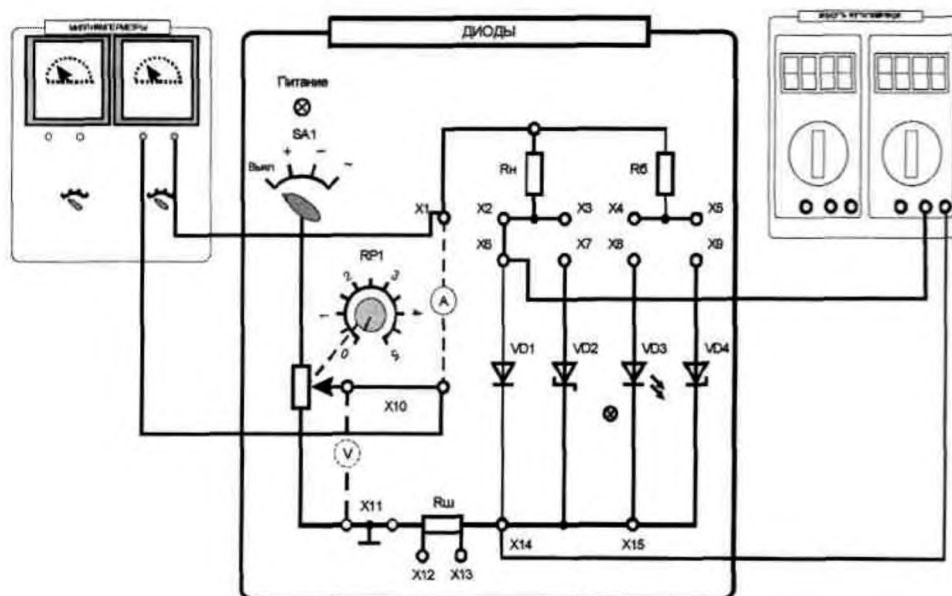

Рис. 3.1.4
анодного напряжения включить мультиметр в режиме измерения постоянного напряжения (рис. 3.1.4). Включить электропитание стенда и установить переключатель SA1 в позицию «+».
3.3.1. Собрать схему для исследования стабилизатора на постоянном токе (аналогично схеме по рис. 3.1.4). Выполнить пункт 3.1.2 для стабилизатора. Построить график зависимости выходного напряжения  $U_{cm}$  от тока  $I_{cm}$ . Результаты занести в табл. 3.1.6.
Собрать схему для исследования светодиода (VD3) на постоянном токе (аналогично схеме по рис. 3.1.4). Включить питание модуля диодов (выключатель SA1 в позицию «+») и увеличивая **положительное** входное напряжение от 0 с помощью потенциометра RP1, измерять напряжение на светодиоде и ток светодиода. Установить при этом степень светоизлучения (отсутствует, слабое, среднее, сильное). Результаты занести в табл. 3.1.8.